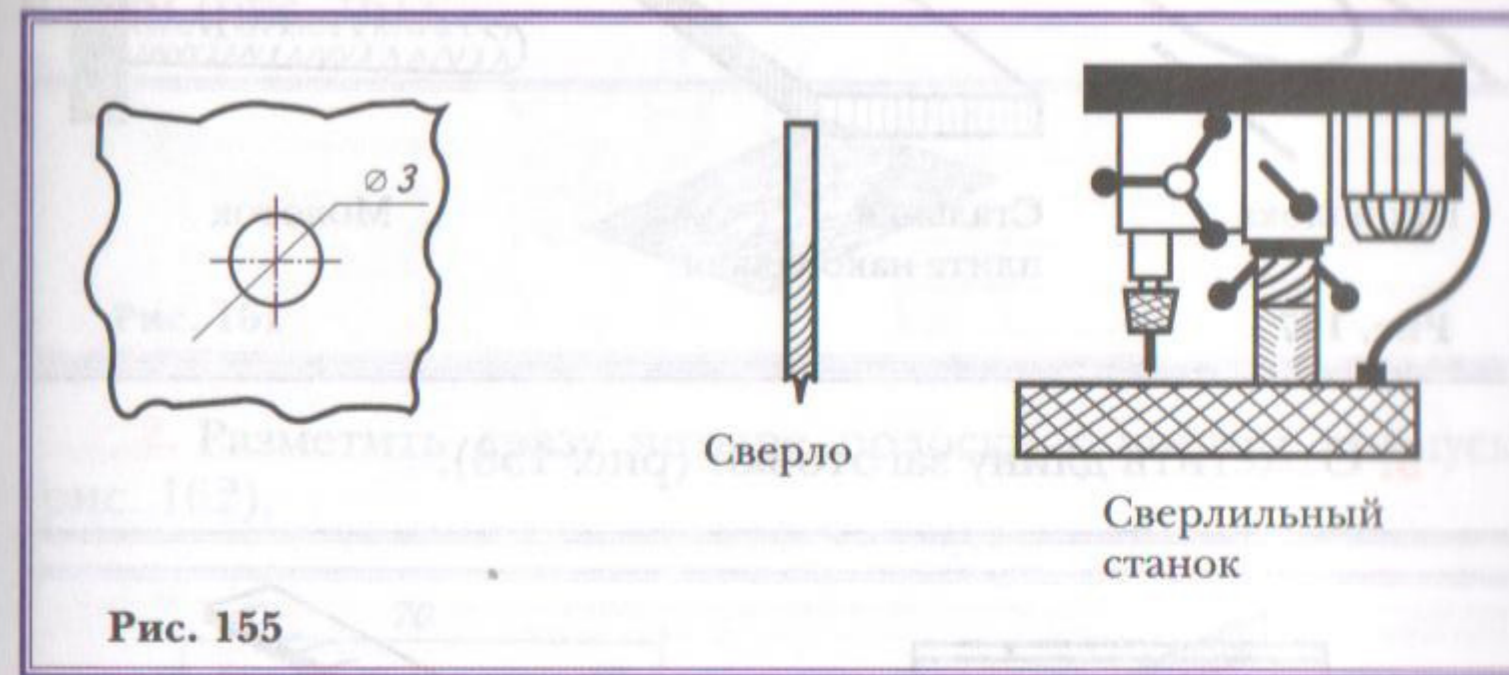

Рис. 155
6. Просверлить на сверлильном станке отверстие  $\varnothing 3$  мм глубиной 15 мм (рис. 155).